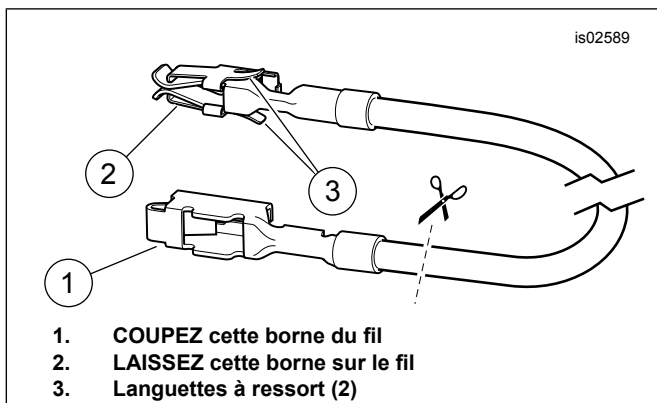

Figure 24. Fil de l'adaptateur de la boîte à fusibles (Dyna et Softail)
1. Consultez Figure 24 . la configuration de deux épissures en une. Dans le kit, prenez le connecteur à jonction étanche (consultez Figure 34 , article 4) **rouge** . Épisser le fil noir (13) du kit au fil de masse noir de l'émetteur conformément à l'appendice du manuel d'entretien. Glisser la gaine (10) du kit sur le fil de masse épissé.
4. Dans le kit, sélectionner la cosse à anneau (7) ayant le plus petit diamètre. Sertir la cosse à anneau au fil noir de l'émetteur en suivant les instructions de l'outil de sertissage Packard qui apparaissent dans l'annexe du manuel d'entretien.
6. Consultez Figure 24 . La configuration d'épissure « une en une ». Dans le kit, prenez le connecteur à jonction étanche (consultez Figure 34 , article 5) **bleu** . Épissez le câble d'alimentation du faisceau de câble du ouvre-porte de garage avec le fil de l'adaptateur conformément à l'annexe du manuel d'entretien.
3. Consultez Figure 34 . Dans le kit, prenez le fil (12) d'adaptateur orange/blanc de la boîte à fusibles. Notez la cosse à chaque extrémité (consultez Figure 24). Seule la cosse dotée de languettes à ressort s'insère dans cette boîte à fusibles. Découpez soigneusement la cosse inutilisée du fil et jetez-la.